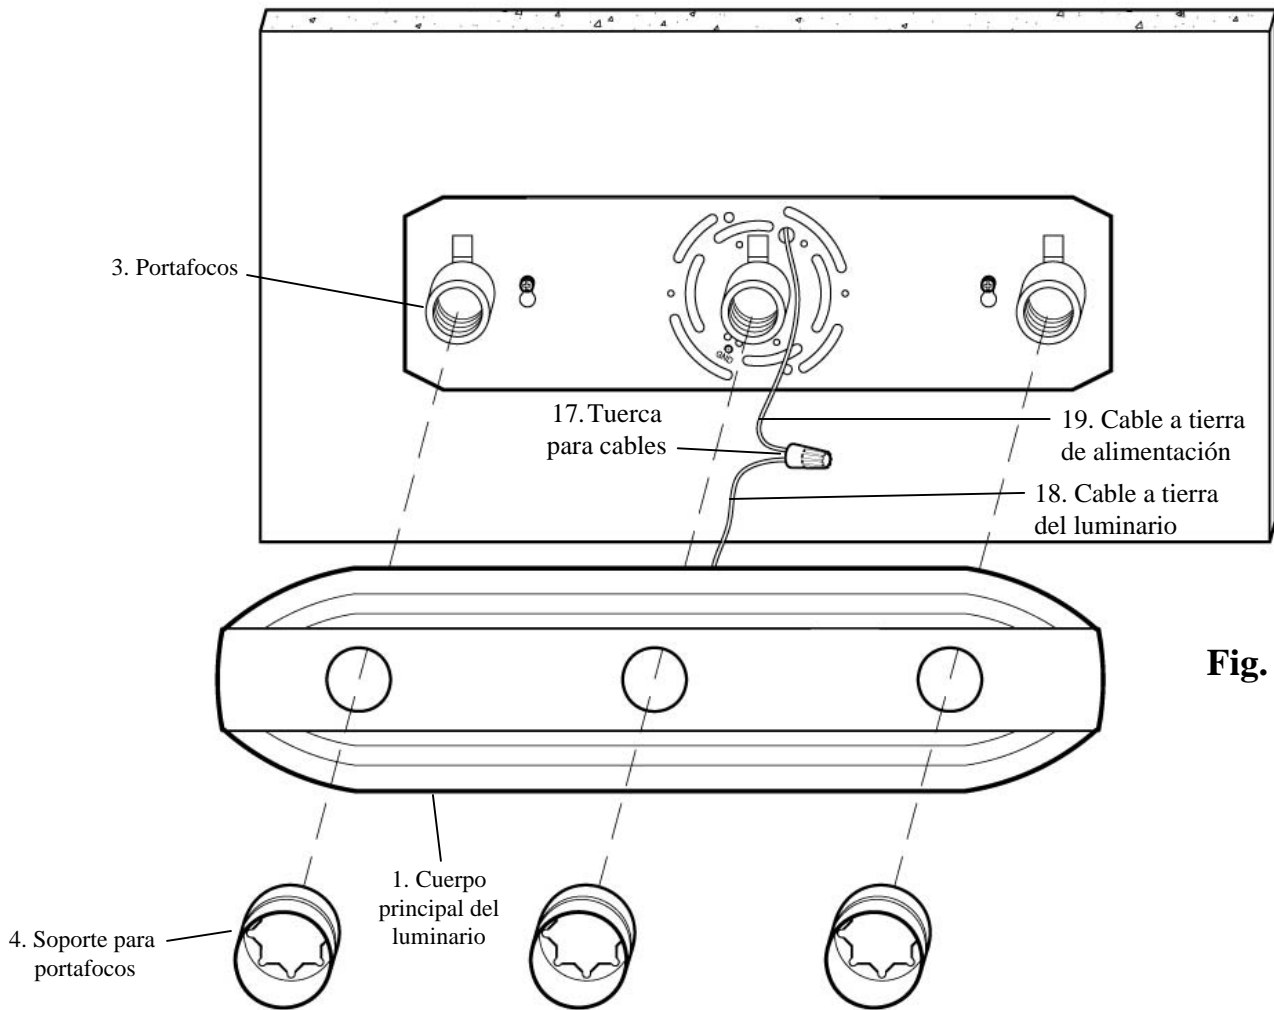

Fig. 1
3. Conecte el cable a tierra del luminario (#18) con el cable a tierra de alimentación (#19) utilizando una tuerca para cables (#17). (Fig. 1)
4. Coloque el cuerpo principal del luminario (#1) sobre la placa de pared (#7). Deslice los soportes para portafocos (#4) sobre los portafocos (#3), para asegurar el cuerpo principal del luminario (#1) en la placa de pared (#7). (Fig. 1)